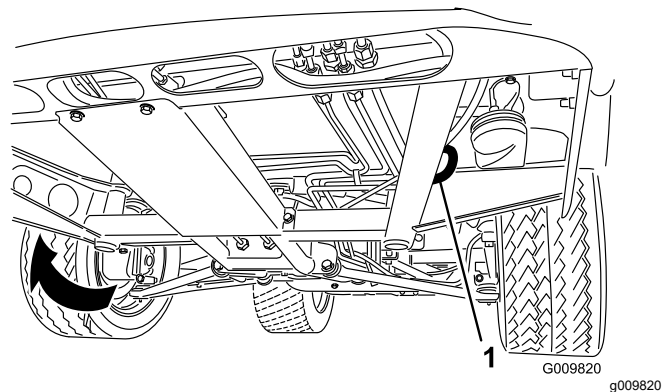
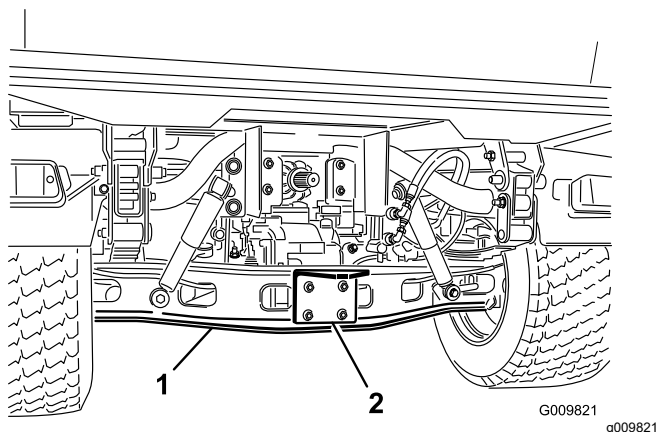

Figura 18
Figura 19
Consulte Figura 18 e Figura 19 para localizar os pontos de fixação da máquina.
1. Ate um cabo de reboque ao garfo, na parte dianteira do chassis da máquina (Figura 18).